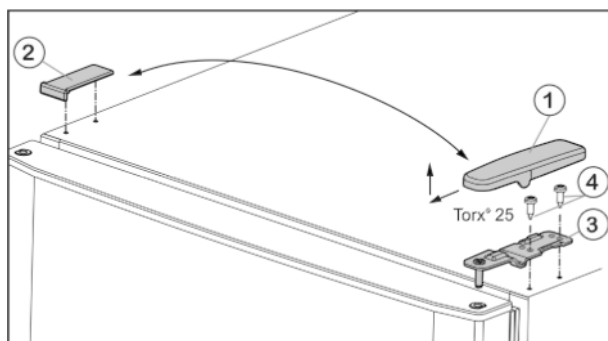

Fig. 4
- ▶ Afdekking Fig. 4 (1) naar voren en boven wegtrekken.
- ▶ Afdekking Fig. 4 (2) eraf nemen.
- ▶ Bovenste lagerbus Fig. 4 (3) losschroeven (2 maal Torx® 25) Fig. 4 (4) en naar boven eraf trekken.
- ▶ Plaats de bovenste lagerbus Fig. 4 (3) aan de nieuwe scharnierkant in de deur.
- ▶ Bovenste lagerbok **vastschroeven (met 4 Nm)**(2 keer Torx® 25) Fig. 4 (4). Eventueel een accuboormachine gebruiken.
- ▶ Afdekking Fig. 4 (1) aan de andere kant buiten plaatsen en vastklikken.
- ▶ Afdekking Fig. 4 (2) steeds aan de andere kant van bovenaf plaatsen en vastklikken.